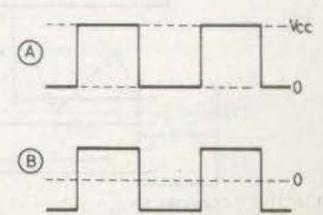

Fig. 3
On pourra également essayer $C_1 = 100 \text{ pF}$ pour obtenir une gamme de fréquences 10 fois plus élevée que la première du tableau, mais le 555 ne peut généralement osciller d'une manière satisfaisante au-dessus de 1 MHz sauf sélection et modèles spéciaux. Au point 3 du CI point dit de sortie, on obtient un signal rectangulaire dont l'amplitude est presque égale à V_{cc} valeur de l'alimentation continu. Celle-ci peut être comprise entre 4,5 V et 16 V. L'alimentation peut être d'un type quelconque sans aucune régulation, pourvu que l'oscillateur fonctionne. A la **figure 3**, on montre en (A) la forme de la tension de sortie au point 3 et en (B) la même tension passera après par C_2 . La tension est alors axée sur V_{cc} et varie entre $+V_{cc}/2$ et $-V_{cc}/2$.